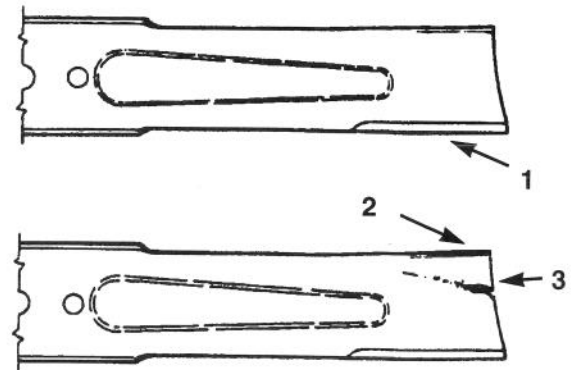

Fig. 34
2. Verificate il tagliente (Fig. 34). Se è smussato o scheggiato, togliete la lama e riaffilatela; vedi Affilatura della lama, pag. 33.
3. Verificate ogni lama, particolarmente la sezione curva (Fig. 34). Se notate danni, usura o schegge (Fig. 34), montate immediatamente una nuova lama.